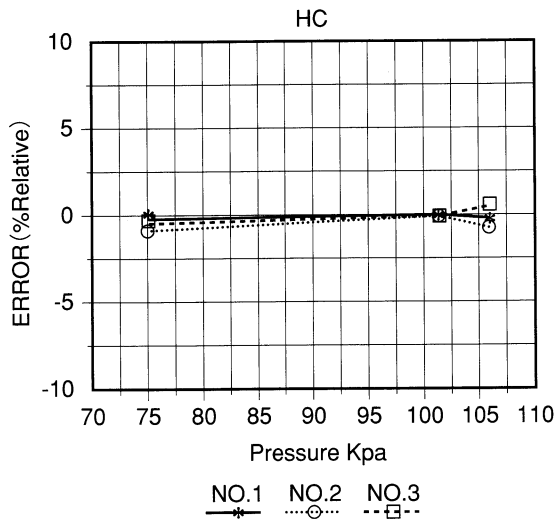
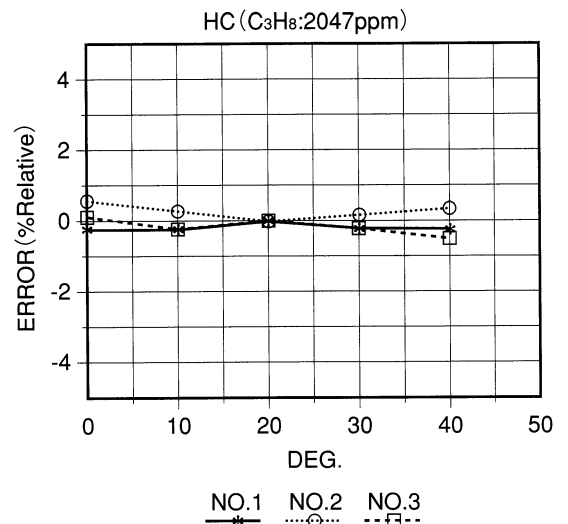

図6 大気圧変動に対する安定性
図7 周囲の温度変化に対する安定性
- ① 大気圧センサによる大気圧変動補正。図6にHC計の大気圧変動影響に対する安定性を示す。
- ② ケース内面に電磁シールド膜を付け周囲電磁波影響からの保護(IEC-801-3レベル3をクリア)。
- ③ 排ガスを強制冷却し水分分離能力をアップし分析部への混入を防いだ。
- ④ 周囲温度変化に対する安定化。図7にHC計が周囲の温度変化に対して安定なことを示す。